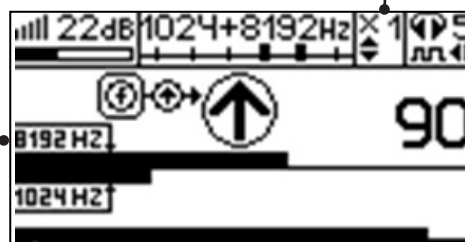

Рис. 8.4
4. «Назначение» производится нажатием кнопки **f** при расположении датчика точно над «выделенной» коммуникацией, считающейся «своей». После этого указатель направления сигнала приобретает вид - (↓). При переходе на «чужую» коммуникацию с другим «направлением сигнала» (или при изменении положения датчика на «обратное») раздастся звук и стрелка покажет «направление сигнала - назад (↙)» (рис. 8.4)
Методика: Производя трассировку с применением ЭМД на низкой активной частоте (512Гц / 1024Гц) (*см. раздел активный трассопоиск*), наблюдать за уровнем сигнала. Локальное повышение и резкое уменьшение уровня указывают на вероятность наличия дефекта изоляции. (*рис. 8.4*) При этом величина сигнала может меняться по различным причинам: положение датчика, глубина залегания кабеля, наличие мешающих конструкций. Поэтому таким методом можно обнаружить лишь «низкоомные» дефекты сопротивлением менее 1кОм.